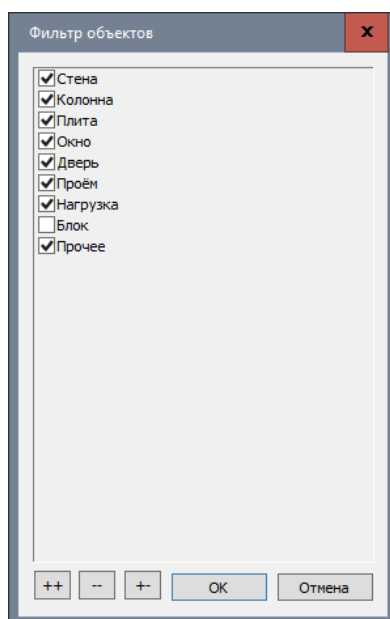

Рис.14.26. Диалоговое окно **Фильтр объектов**
- щелчком по кнопке  вызовите диалоговое окно **Фильтр объектов** (рис.14.26);